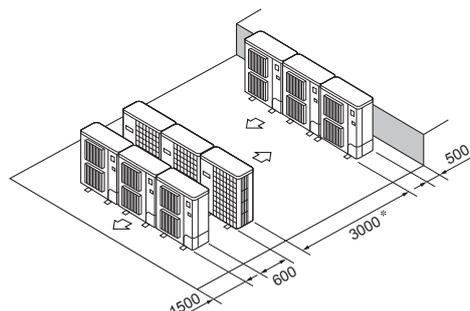

Fig. 2-13
- ⑥ Plassering av flere parallellenheter (fig. 2-13)